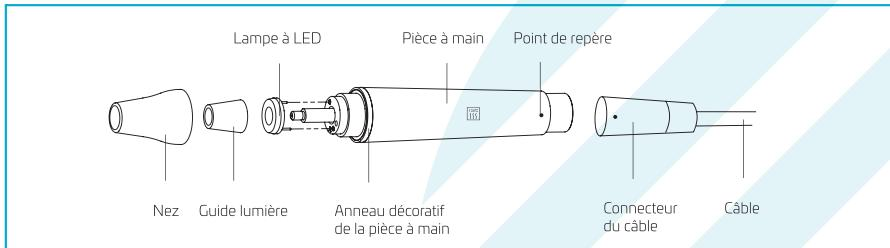

Figure 2 La pièce à main avec lampe à LED
Les composants principaux de la pièce à main détachable (voir Figure 2).
4. Instructions pour les composants principaux de la pièce à main détachable (voir Figure 2).